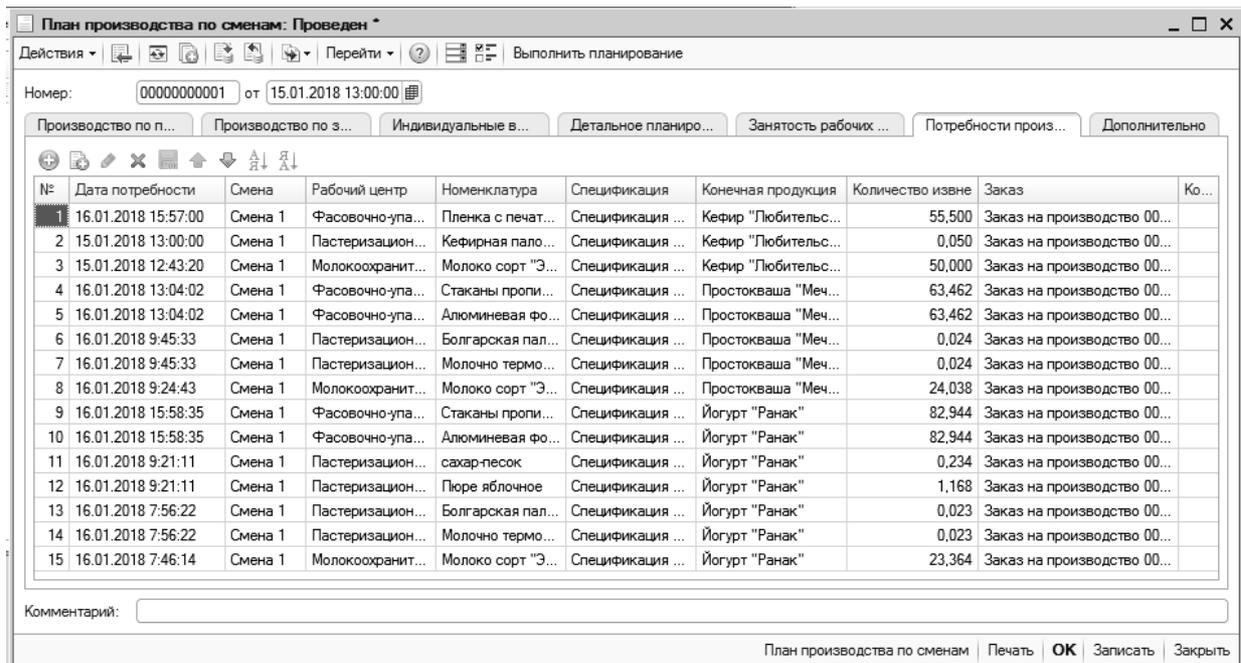

Рис. 9.2. Формирование документа «План производства по сменам»
– проверьте правильность формирования документа на вкладках **Занятость рабочих центров** (рис. 9.1) и **Потребности производства** (рис. 9.2);